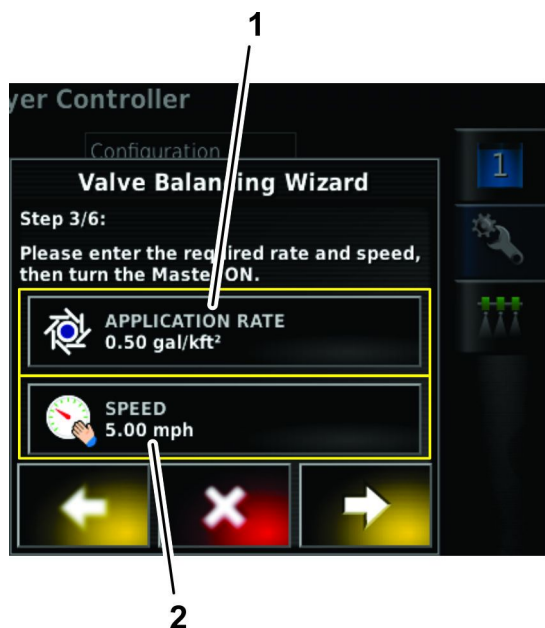

Figure 136
4. À l'étape 3 de l'assistant d'équilibrage des vannes, appuyez sur l'icône de débit de pulvérisation si vous avez besoin de modifier le débit de pulvérisation (Figure 136).
6. À l'étape 3 de l'assistant d'équilibrage des vannes, appuyez sur l'icône de vitesse si vous avez besoin de modifier la vitesse de déplacement du pulvérisateur (Figure 136).